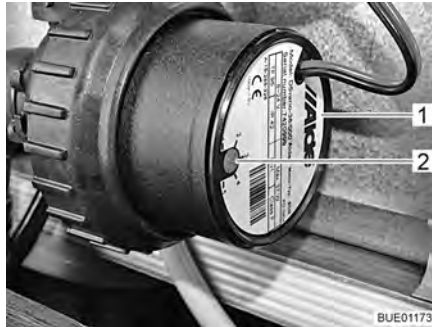

Bild 160 Varvtalsreducering
Med vridregulatorn (Bild 160,2) kan cirkulationspumpens varvtal ställas in. Vid lägre varvtal går pumpen tystare.
Vridregulatorn sitter på cirkulationspumpen (Bild 160,1).
- Vrid vridregulatorn (Bild 160,2) moturs. Effekten reduceras.